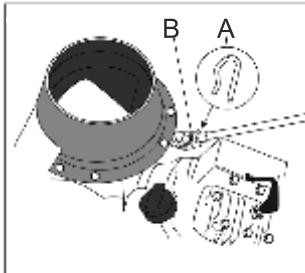

Рис. 4
### РЕГУЛИРОВОЧНЫЙ РЫЧАГ (Рис. 4)
1. Удалите шплинт (Рис. 4 поз. А).
2. Пропустите конец регулировочного рычага через отверстие в основании (Рис. 4 поз. В).
3. Соедините регулировочный рычаг с основанием, используя шплинт (Рис. 4 поз. А).